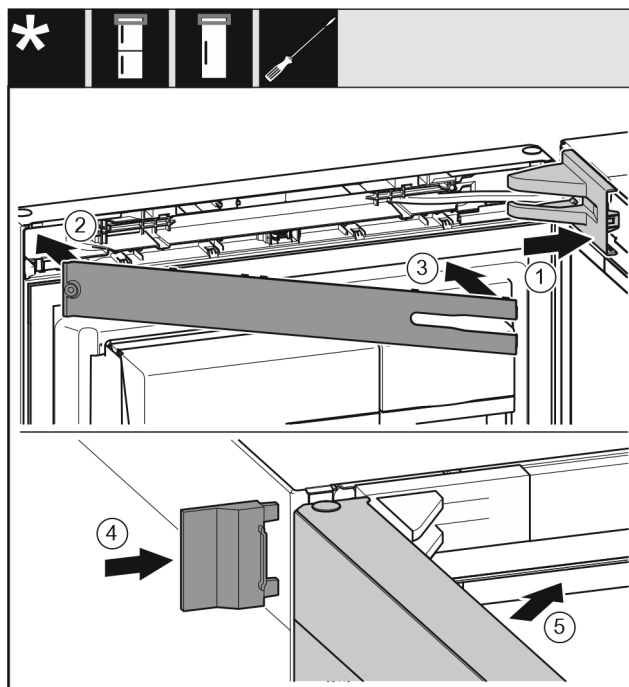

Fig. 67
- ▶ Установите и зафиксируйте крышку опорного кронштейна Fig. 67 (1), при необходимости осторожно разожмите ее.
- ▶ Установите накладку Fig. 67 (2).
- ▶ Подведите и защелкните накладку Fig. 67 (3).
- ▶ Надвиньте внешнюю крышку Fig. 67 (4).
- ▶ Закройте верхнюю дверь Fig. 67 (5).